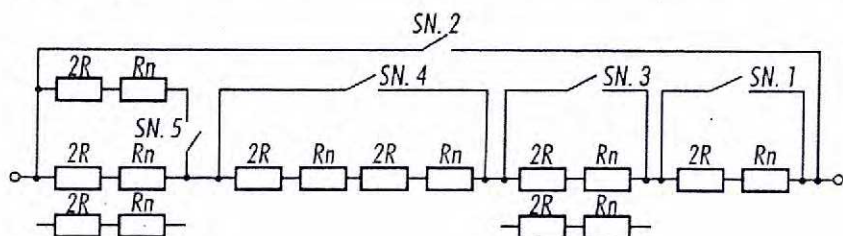

Рис. 1
4.3. Каждая декада магазина сопротивления меры выполнена по схеме, изображенной на рис. 1, и состоит из 8 условно выделяемых групп (далее - групп) последовательно соединенных резисторов типа МРХ из литого микропровода в стеклянной изоляции, каждая из которых образована одним, двумя, либо тремя основными (прил. 2) и одним подгоночным резистором. Две из указанных 8 групп резисторов являются резервными.
Схема электрическая принципиальная декады магазина сопротивления меры дана на рис. 1.